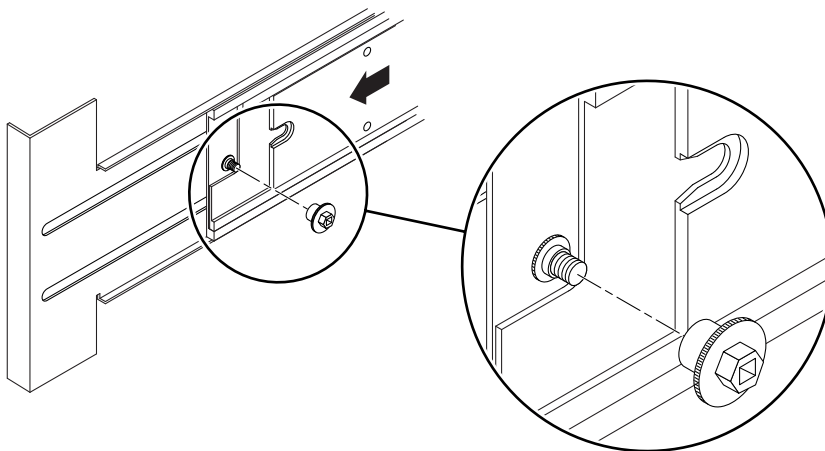

ABBILDUNG 1-14 Einsetzen und Fixieren der Schienenfixiermuttern
5. Setzen Sie von der Rückseite des Systems aus die Fixiermutter auf und ziehen Sie diese fest (ABBILDUNG 1-14).